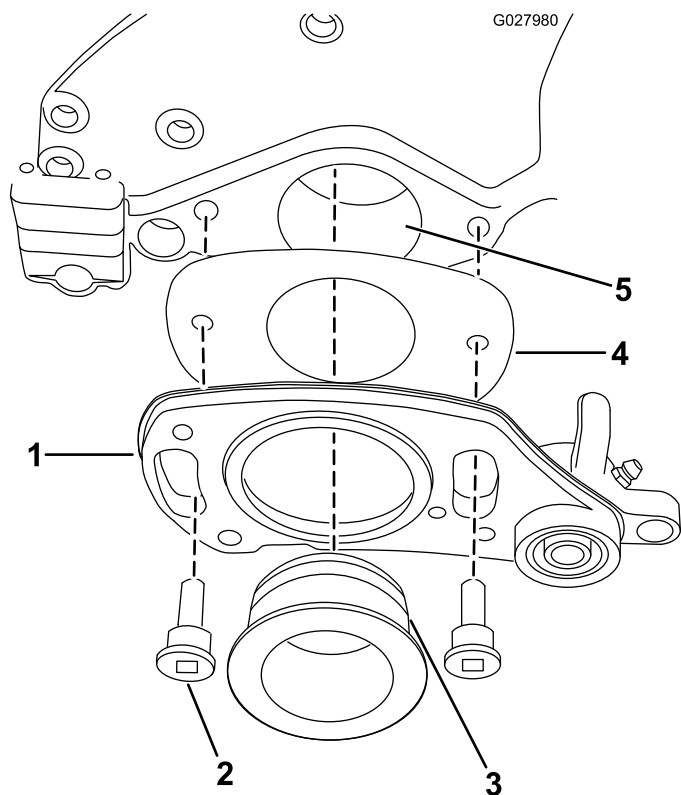

図 4
8. 右側駆動アセンブリの後部に、シムプレートを 図 4 に示すように取り付ける。
9. パイロットボアとOリングにグリスを薄く塗布する 図 4。
10. ショルダナット2本を使って、右側駆動アセンブリを固定する 図 4。